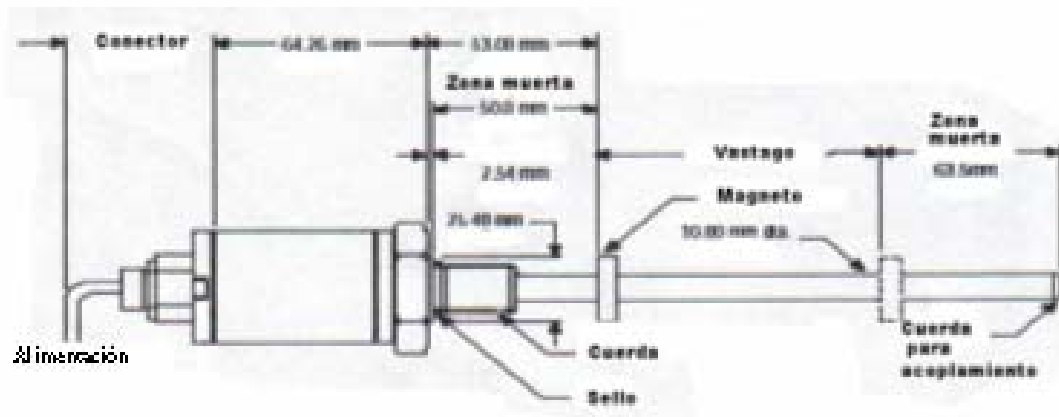

Figura 3.1 Zonas de trabajo del transductor de posición.
- a) Desconecte la alimentación al transductor. Figura 3.1